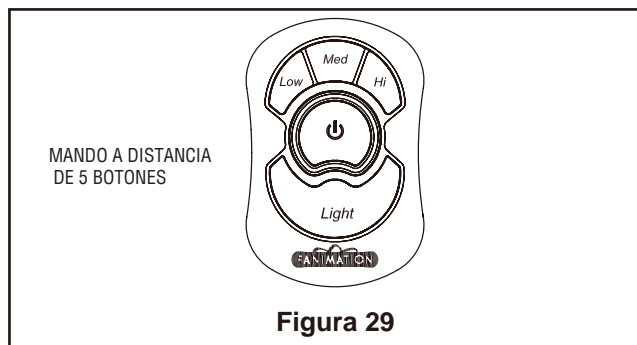

Figura 29
3. El transmisor del mando a distancia de 5 botones incluye 5 botones para controlar las velocidades baja, media y alta del ventilador, así como el encendido y apagado del mismo. Se dispone de niveles de luces infinitos manteniendo pulsado el botón on/off. (Figura 29)